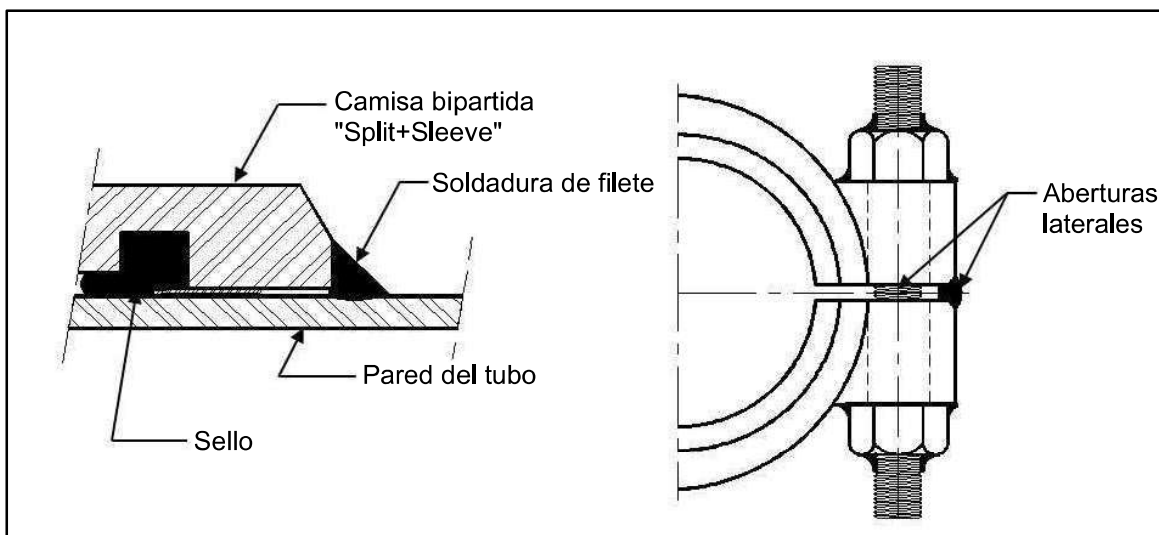

Figura 14
1. Soldar en filete los extremos al tubo. (Consulte la Figura 14)